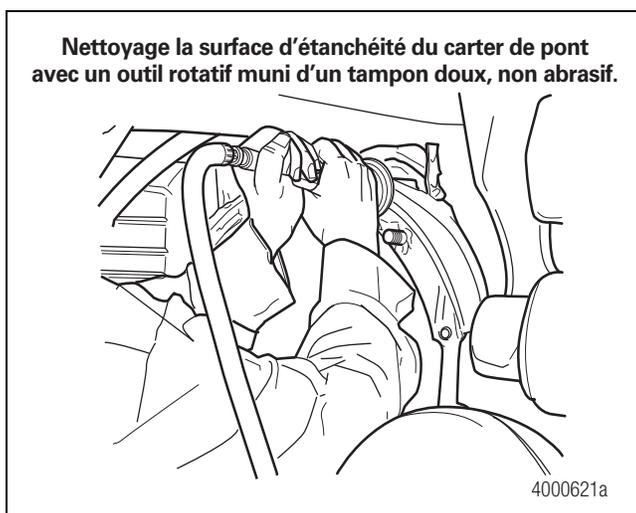

Figure 4.14
3. Utiliser un outil rotatif muni d'un tampon doux, non abrasif, pour éliminer tous les résidus sur les surfaces d'étanchéité du carter de pont et de la tête de pont. Figure 4.14 Les surfaces doivent être propres, sèches et exemptes de débris. Les surfaces ne doivent pas être huileuses au toucher.